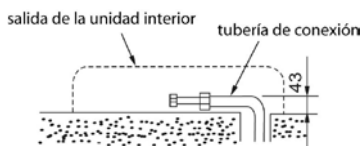

Ilustración 43
2. Para instalar la tubería de derecha o izquierda posterior, instalar la tubería según lo ilustrado. Doblar la tubería de conexión y colocarla más o menos a 43 mm. de la pared. (Ilustración 43)